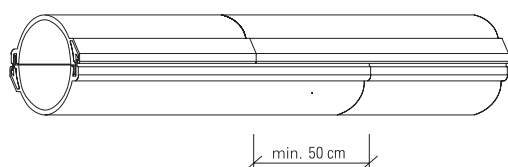

Fig. 12: Splejsning af delelige kabelrør, type PS og SVA.
3. Samling af delelige kabelrør, type PS og SVA, sker ved at lægge de to halvdele sammen og klemme, indtil krogene på siden af rørene låser. Splejsning af rørene sker ved at forskyde halvdelene ca. 0,5 m og indstikke den ene halvdel i den anden (fig. 12).